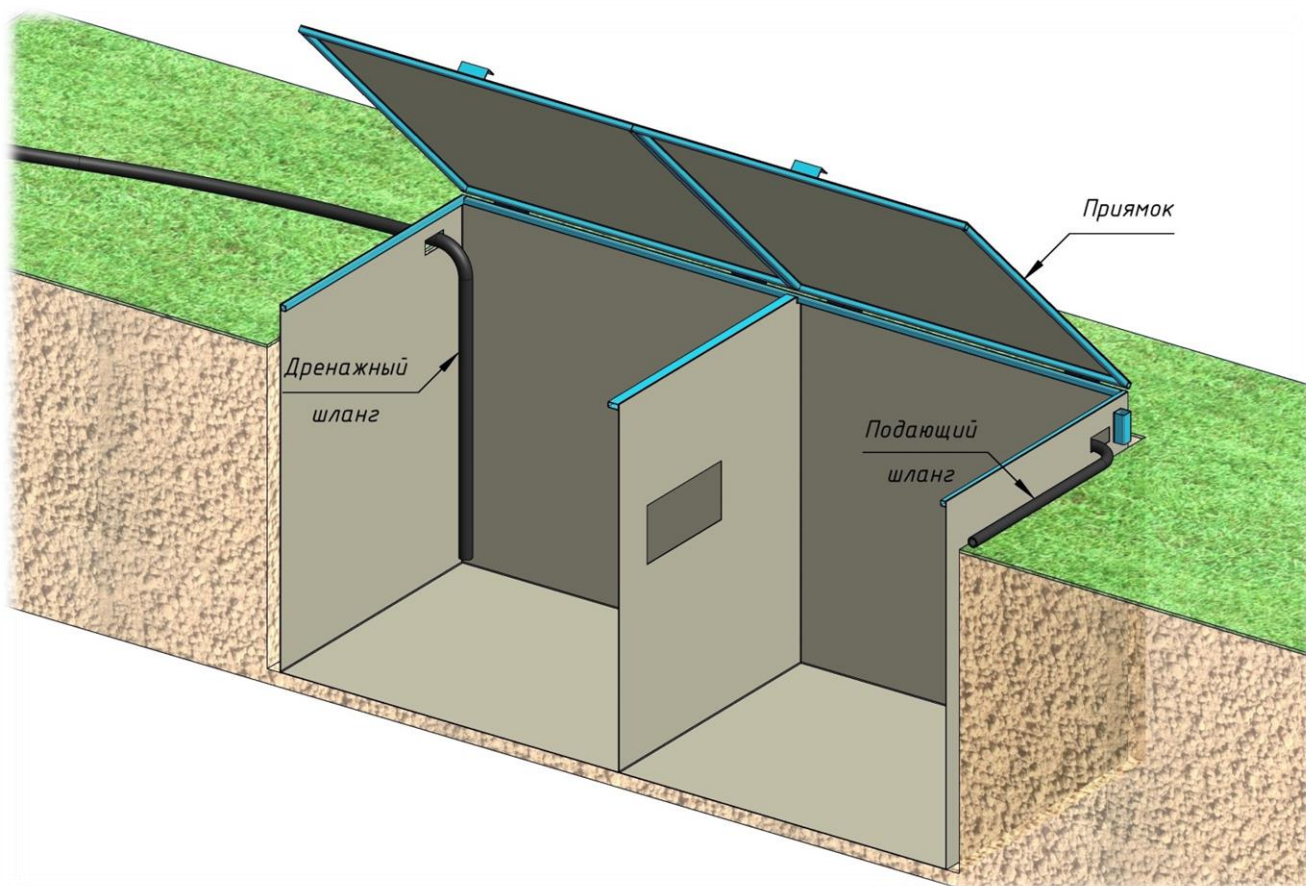

Рисунок 8
- с одной стороны в приямок опускается дренажный шланг, идущий от эстакады (смотри рис. 8);